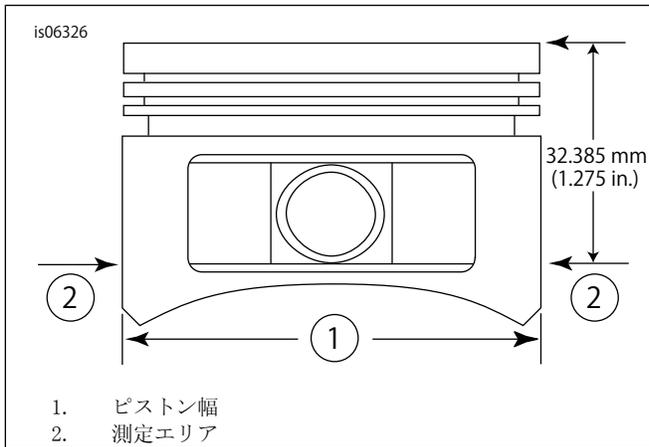

図2. ピストン測定
5. 図2を参照してください。ピストンの幅(1)を測定します。測定する位置は、ピストンのデッキ面(一番上の面)から32.38 mm (1.275 in)下がった位置(2)とします。ピストンピンホルの両側から水平方向に直角に測定してください。この位置のピストン-シリンダーフィットについては表11を参照してください。